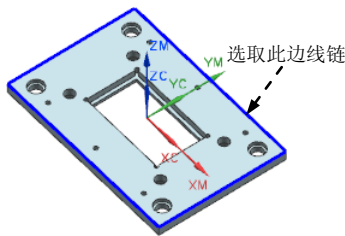

图 11.13 定义参照边线 1
Step3. 在图形区选择图 11.13 所示的边线, 然后单击**创建下一个边界**按钮。单击两次**确定**按钮, 系统返回“平面铣”对话框。